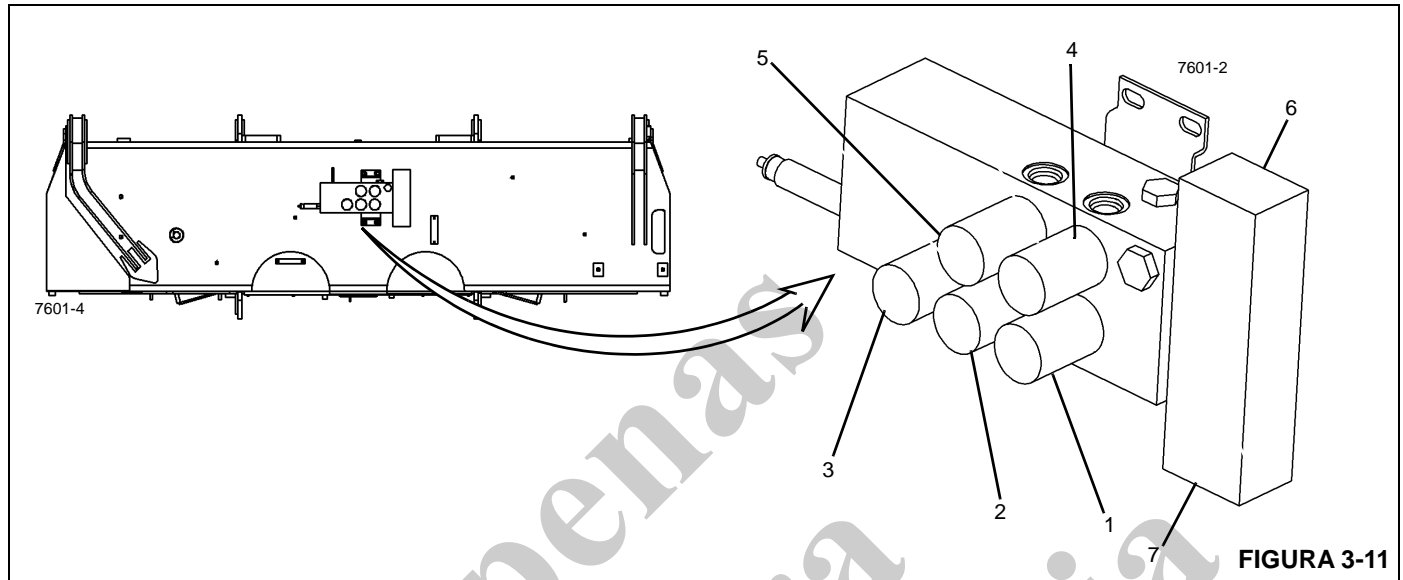

FIGURA 3-11
(Figura 3-11) e o coletor do estabilizador traseiro está montado no centro da parte traseira do caminhão sob a caixa T (Figura 3-12).
- O solenóide do SFO (Figura 3-11) estende ou retrai o SFO quando energizado. Sempre que a chave de retração no controle do estabilizador é pressionada, o SFO é elevado primeiro.
- Os solenóides dos componentes (2 a 5) controlam os componentes do estabilizador dianteiro. Consulte a Figura 3-11 para identificação dos solenóides.
- Os solenóides de extensão (6) e retração (7) controlam as funções de extensão e retração de todos os componentes dos estabilizadores dianteiro e traseiro.